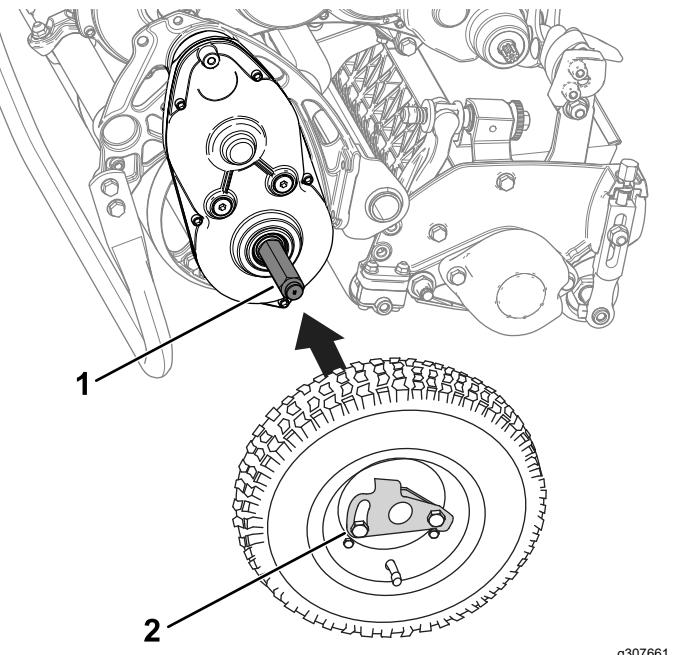

Figura 21
- Coloque una rueda sobre un eje (Figura 21).
- Gire el clip de retención de la rueda (Figura 21) alejándolo del centro de la rueda, dejando que esta entre más en el eje.